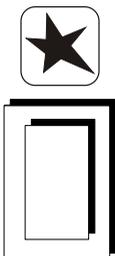

Fig. 3.3
2. Avvicinare una fiamma al bruciatore. Nei modelli provvisti di accensione elettrica premere il pulsante di accensione (Fig. 3.3).